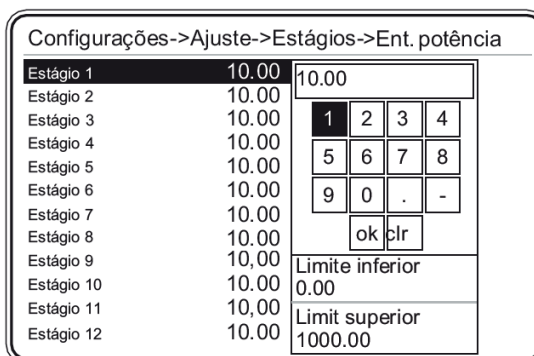

Figura 3.21: Menu entrada de potência
- Corrigir os tipos de estágios manualmente (Veja Figura 3.21 na página 3-11).